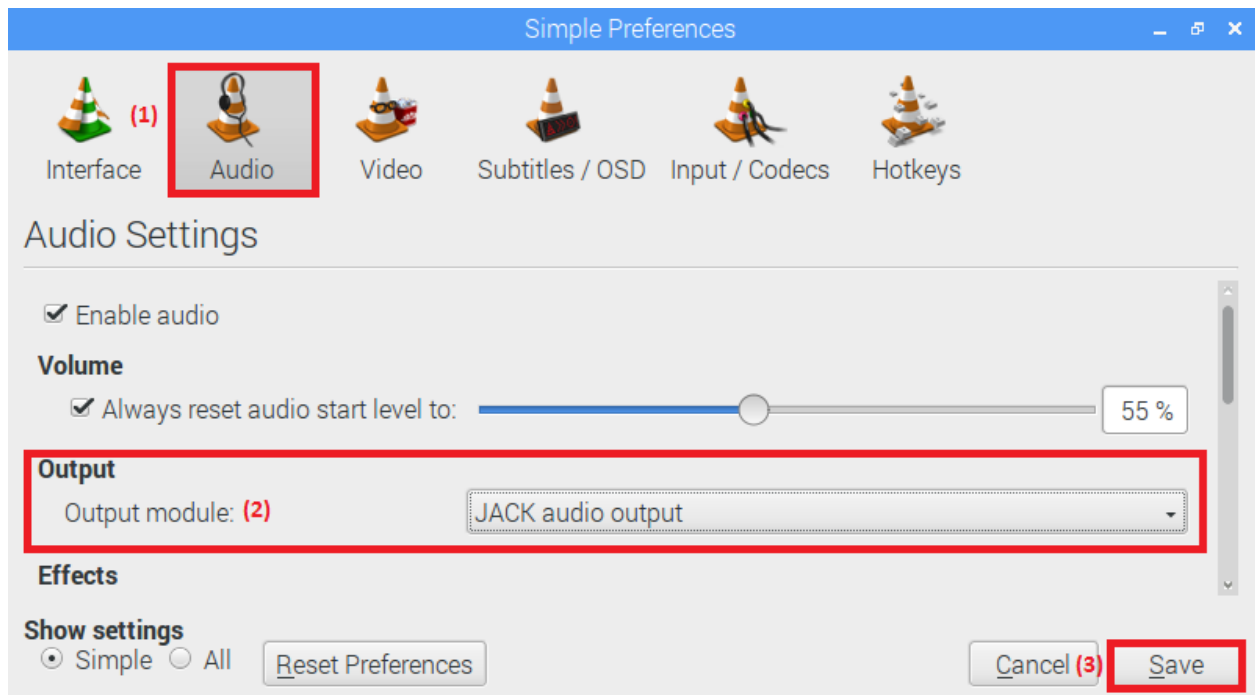
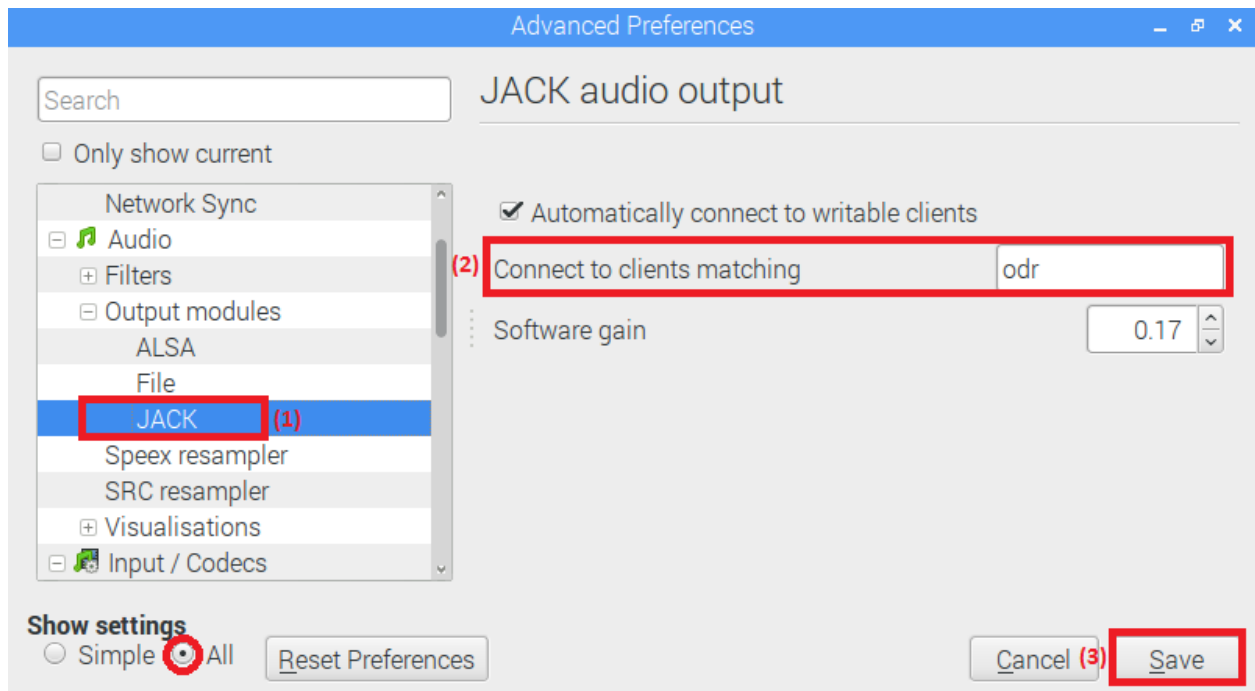

Abbildung 16: Output Module wählen
Abbildung 17: Automatisches Verbinden mit JACK-Port
Damit der VLC-Player im JACK-Server bereitsteht, muss das Menü Tools/Preferences geöffnet werden. Im neuen Fenster (Abbildung 16) unter (1) Audio wird das (2) Output Module gewählt. Im Anschluss müssen die Änderungen abgespeichert werden.
Da der VLC-Player nach dem Abspielen eines Titels die erstellte Verbindung im JACK-Server löscht, kann im Player angegeben werden, mit welchem JACK-Port sich der Player automatisch verbinden soll. Um dies einzustellen, wird im selbigen Fenster wie in Abbildung 16 der Punkt *Show settings/All* angewählt. Das Fenster verändert seine Darstellung wie in Abbildung 17. Zuerst wird unter *Audio/Output modules* (1) JACK ausgewählt. Unter Punkt (2) *Connect to clients matching* wird der Name des JACK-Ports angegeben, der zuvor im Audioencoder angegeben wurde. Ein Beispielaufwurf des Audioencoders sieht folgendermaßen aus: